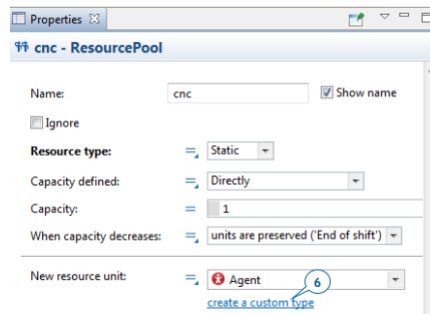

Рисунок 14.3 – Список типів ресурсів
– у списку «Тип ресурсу» виберіть статичний, щоб відобразити факт, що це статичний ресурс (рис. 14.3).